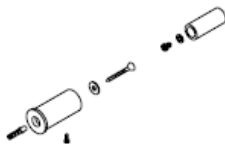

Fig. 1
- 4 suportes de suspensão do aquecedor seca toalhas (Fig. 1).